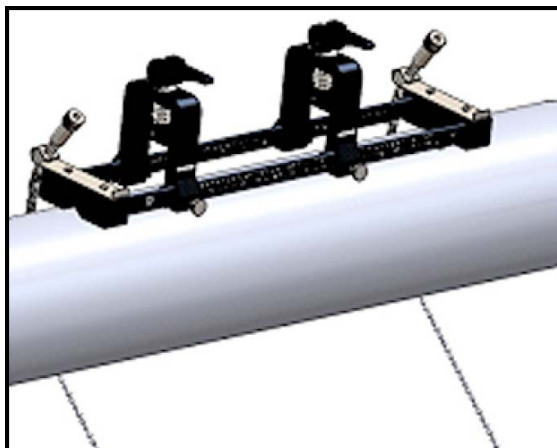

Figura 11: Accesorio colocado encima de la tubería
4. Coloque el accesorio con abrazaderas encima de la tubería de forma que se necesite un esfuerzo mínimo para mantener esta posición durante la instalación (véase Figura 11 más abajo).